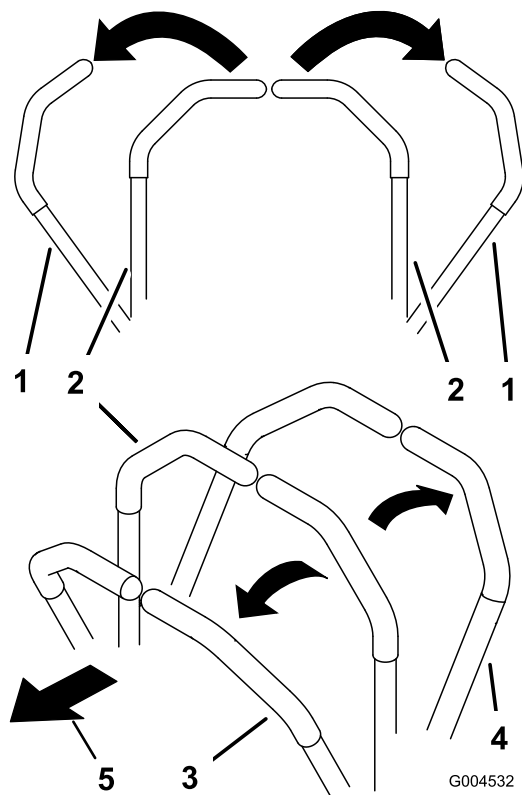

Figura 17
1. Mueva las palancas de control de movimiento hacia fuera (Figura 17) a la posición de bloqueo/punto muerto.
- Para ir hacia adelante en línea recta, empuje lentamente las palancas de control de movimiento hacia adelante (Figura 17).
- Para ir hacia atrás en línea recta, tire lentamente de las palancas de control de movimiento hacia atrás (Figura 17).
- Para girar, ralentice la máquina tirando hacia atrás de ambas palancas, y luego empuje hacia adelante la palanca del lado opuesto del sentido de giro (Figura 17).